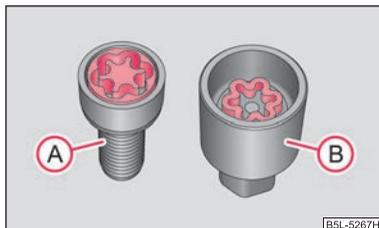

Fig. 183 Immagine: Bullone di sicurezza con adattatore
- Introdurre il lato dentato dell'adattatore (B) nella dentatura interna della testa del bullone (A) ⇒ fig. 183.
- Innestare fino a battuta la chiave per ruote sull'adattatore (B).